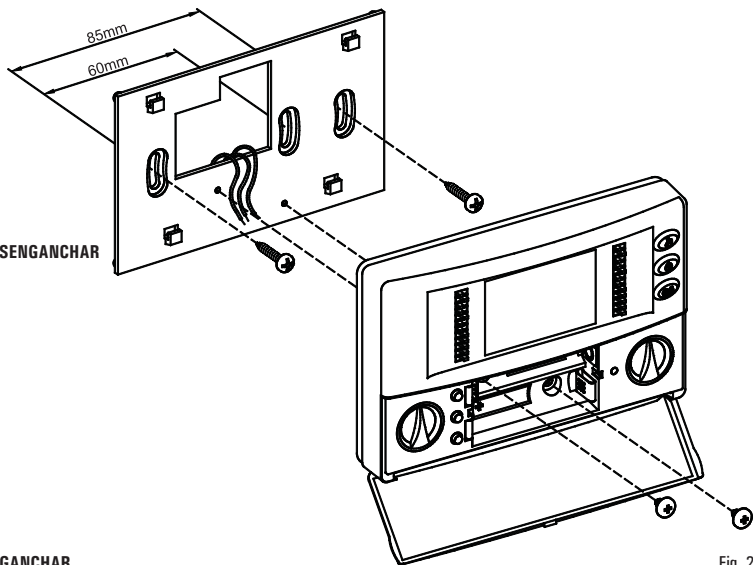

Fig. 2
2. Fijar la plancha directamente a la pared o en cajas de derivación a 3 módulos mediante los dos orificios para tornillos con una distancia entre ejes de 60 mm o bien 85 mm prestando atención a pasar los cables por la rejilla como se indica en la Fig.2.
4. Acercar el cronotermostato a la plancha a muro haciendo coincidir desde el inicio los dentecitos de la base con los orificios pertinentes en la plancha y sucesivamente ejercitar en el dispositivo una presión hacia abajo hasta que los dentecillos entren en la plancha y se escuche un clic; por lo tanto fijar el cuerpo del cronotermostato a la placa a muro mediante los dos tornillos en dotación cuyos orificios se encuentran el interno del compartimiento baterías (Fig. 2).